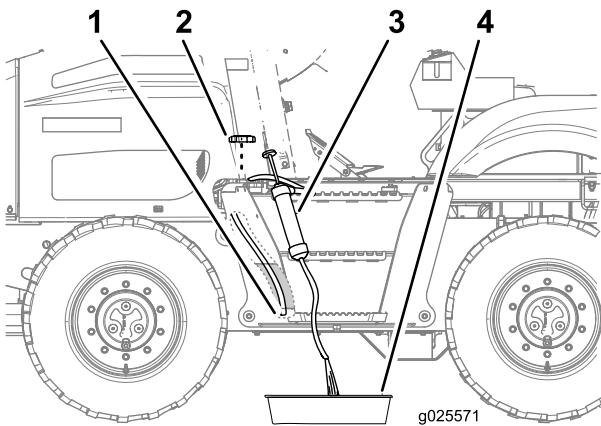

Figura 77
1. Rimuovete il tappo dal serbatoio del carburante (Figura 77).
2. Inserite il flessibile di ingresso dell'attrezzatura per il pompaggio attraverso il bocchettone di riempimento del serbatoio del carburante e verso il fondo dello stesso (Figura 77).
3. Dirigete il flessibile di scarico dell'attrezzatura per il pompaggio in una bacinella (Figura 77).
6. Montate il tappo carburante sul bocchettone di riempimento del serbatoio del carburante (Figura 77).